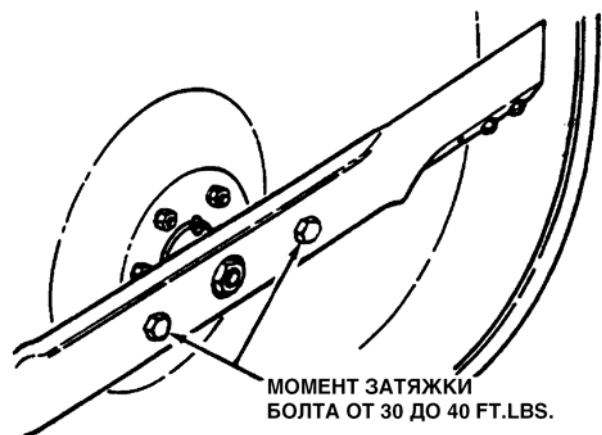

Рис. 3.2
4. Проверьте момент затяжки болтов крепления ножа. При необходимости подтяните болты до 30-40 фунтов на фут. См. рис. 3.2.